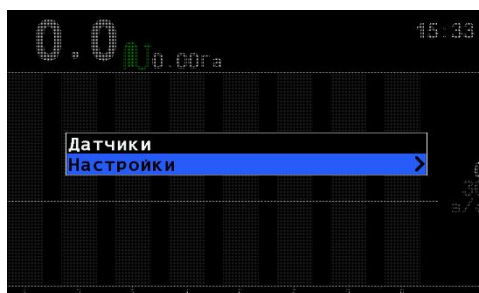

Рисунок 51
4. Кнопками  «Вверх» и  «Вниз» выбрать пункт меню «Настройки» (см. «Рисунок 51») и нажать  «Меню».